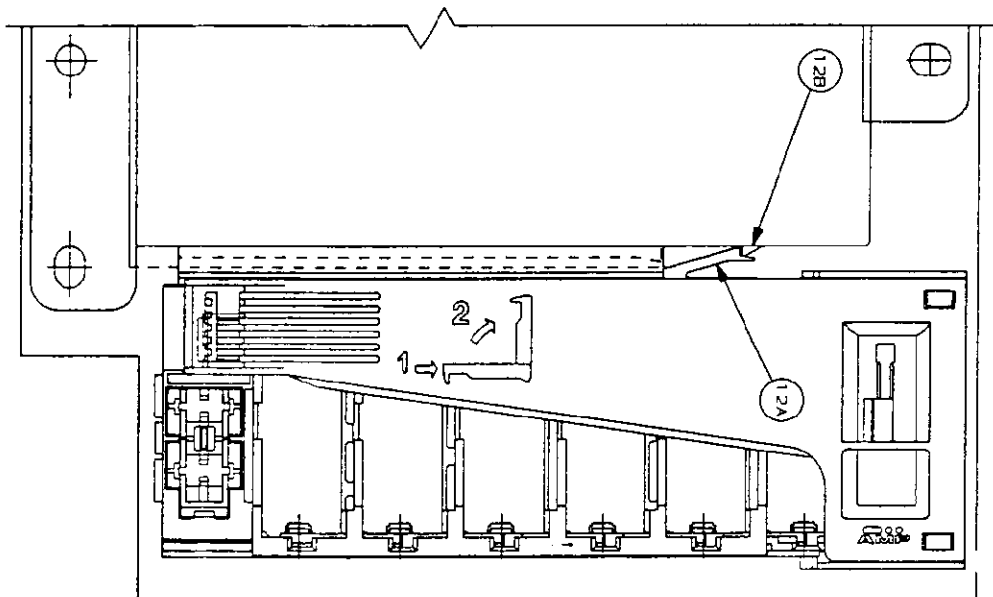

FIG. 12
1) With a screwdriver or similar tool bend the locking lance **12A** up to the release from the box latch **12B** (see **Fig. 12**) then slide the frame in the groove and remove it (see **Fig.18**).
1) Agire con un cacciavite o attrezzo simile sulla lancetta di aggancio **12A** fino al suo completo disimpegno dal dente di arresto **12B** (**vedi Fig.12**); quindi far scorrere il frame sulla scanalatura ed estrarlo (**vedi Fig.18**).